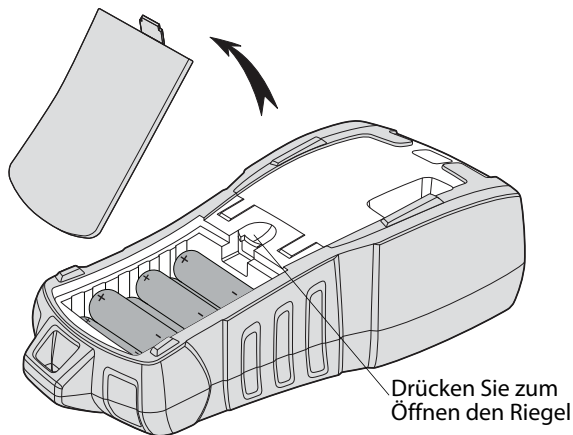

Abbildung 4
1. Drücken Sie den Riegel an der Rückseite des Druckers nach unten, um den Deckel des Batteriefachs abzunehmen. Siehe Abbildung 4.
2. Legen Sie die Batterien in das Batteriefach ein. Siehe Abbildung 4.